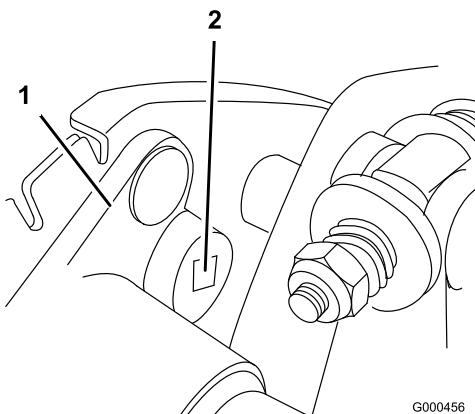

Figura 36
- Servindo-se de uma chave de aperto de 3/8 de polegada, rode a caixa de mancal com uma torção de 4–4,5 Nm para ajustar a tensão da correia (Figura 36).